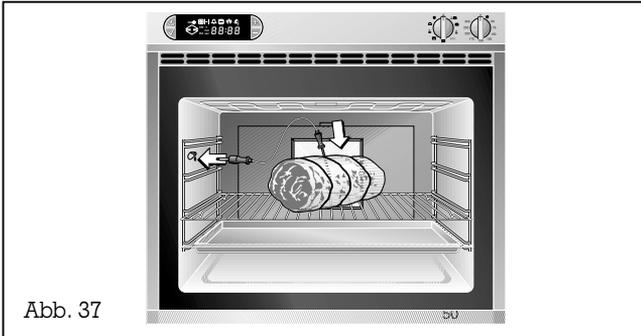

Abb. 37
- Stecken Sie den Kerntemperaturfühler in die Buchse links vorne im Backofen (Abb. 37).